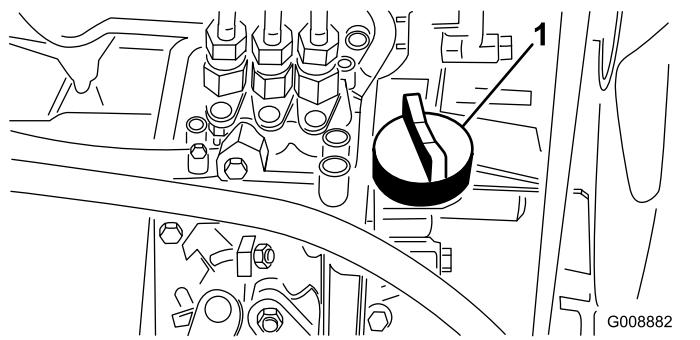

Figure 28
- Si le niveau est bas, retirez le bouchon de remplissage (Figure 28) et versez progressivement de petites quantités d'huile, en vérifiant fréquemment le niveau, jusqu'à ce que l'huile atteigne le repère maximum sur la jauge.